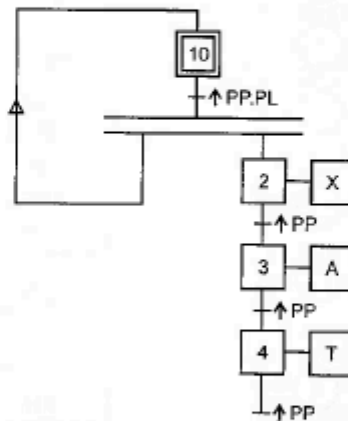
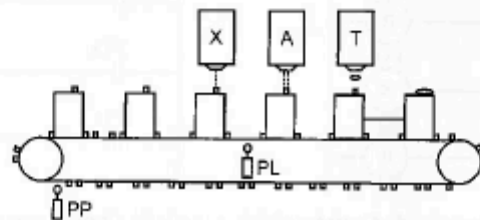

Figura 5.25 - Grafcet para máquina de enchimento de garrafas.
Figura 5.26 - Esquema funcional da máquina de enchimento de garrafas.
- 5.4) Elabore o programa PLC para implementar o controle em uma máquina de enchimento de latas composta por três estações, as quais realizam, sequencialmente, a dosagem com xarope (X), o enchimento com água (A) e a colocação da tampa (T) em cada lata. As latas são transportadas sobre *pallets* igualmente espaçados entre si, e o acionamento da esteira transportadora é realizado por controle próprio, o qual efetua interrupções periódicas a fim de permitir o correto posicionamento e operação nas latas em cada uma das estações. O sensor PP identifica a presença de um novo *pallet*, enquanto o sensor PL identifica a presença de uma lata na primeira estação (dosagem com xarope). Como pode haver *pallets* sem lata, o controle prevê a não operação das estações que não tiverem lata, o que leva a um Grafcet com uma estrutura de transição terminal denominada 'fundo de poço', conforme é apresentado na Figura 5.25. A Figura 5.26 ilustra o esquema funcional da máquina.